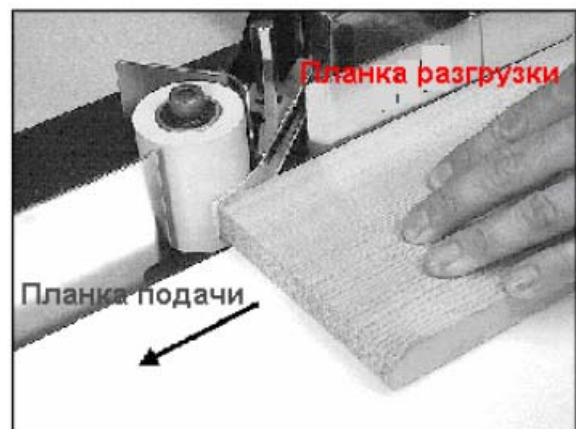

Рисунок 12
8. Положите рабочую заготовку на стол, прижав ее к планке подачи. Смотрите Рисунок 12.
9. Прижмите край рабочей заготовки вдоль подающей планки и к кромкооблицовочному материалу (Рисунок 12). Кромкооблицовочный материал будет между прижимным роликом и рабочей заготовкой. Край облицовочного материала будет прикреплен к рабочей заготовке.